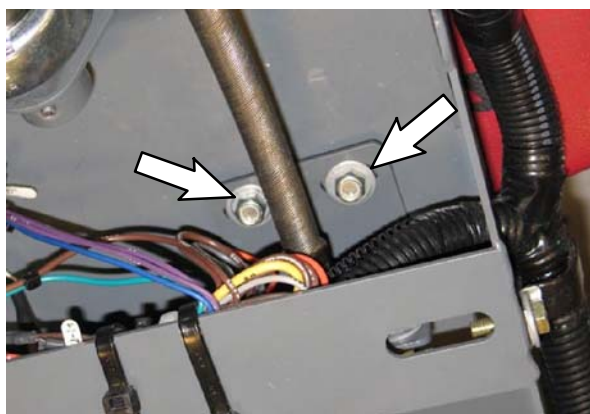

FIG. 32
4. Réinstallez le palier de support / la bride de palier sur le profilé de montage de direction. Reposer la visserie sans serrer. **NE SERRER PAS COMPLÈTEMENT LE MATÉRIEL.** La visserie sera serrée ultérieurement lors du réglage. (Fig. 32)